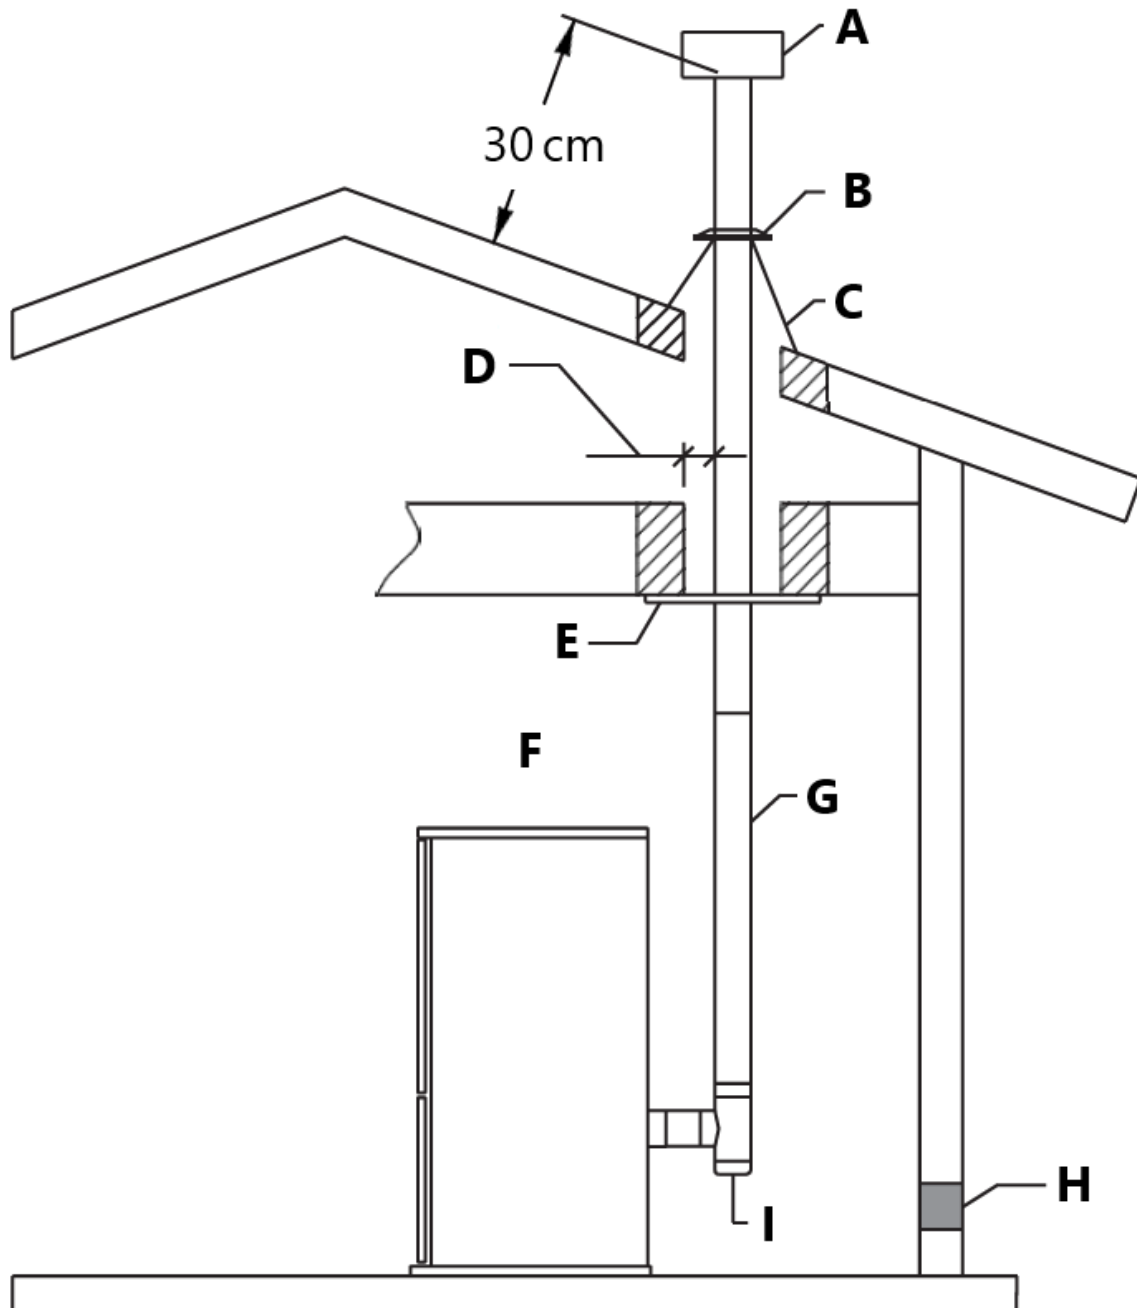

Abb. 11
- Verlängern Sie den PL-Entlüfter mindestens 30 cm (12") über die Dachlinie und schließen Sie ihn mit einer PL-gelisteten Regenkappe ab (Abb. 11). Wenn der Entlüfter mehr als 6' über die Dachdurchdringung hinausragt, müssen Dachstützen und ein Dachstützenband verwendet werden, um eine seitliche Abstützung zu gewährleisten. In geografischen Regionen mit anhaltend niedrigen Außentemperaturen wird empfohlen, die Entlüftungsöffnungen unterhalb der Dachlinie anzubringen. Dies trägt dazu bei, Kondenswasserbildung, Rußansammlungen und schlechte Zugluft zu vermeiden.
- Setzen Sie die Regenschutzkappe auf den oberen Entlüftungsabschnitt und verriegeln Sie sie mit dem oberen Entlüftungsabschnitt (Abb.11).